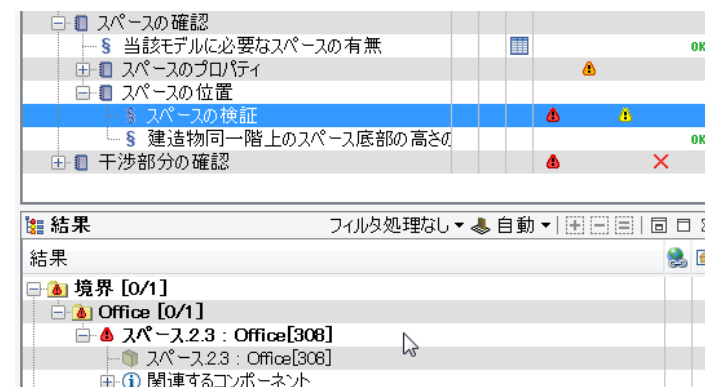

図5-2 境界の案件（スペース 2.3：Office[308]）
- 3) 結果ビューから「境界」>「Office」>「スペース 2.3」の案件を選択してください。（図5-2を参照）